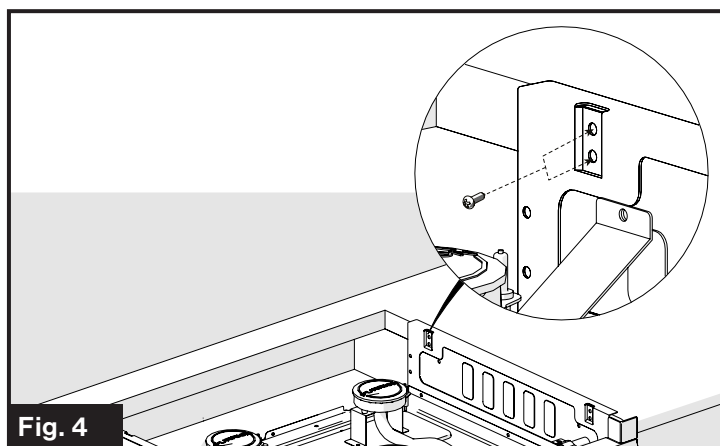

Fig. 4
- Atornille el anafe en la abertura del armario en el lateral izquierdo y derecho con los cuatro tornillos autorroscantes (2 tornillos en cada lado). (Fig. 4)